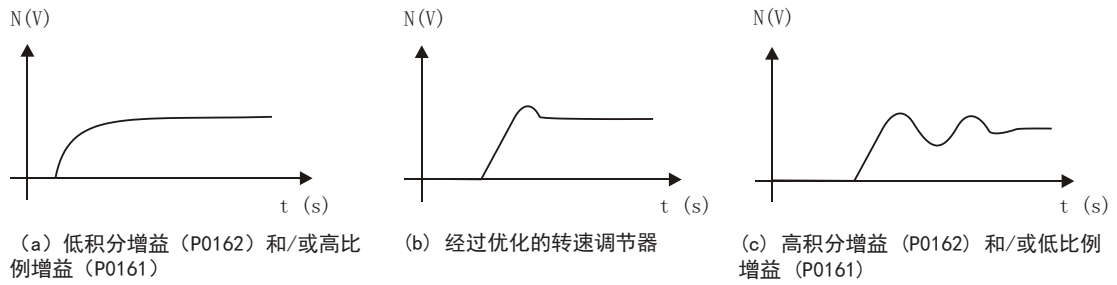

图 13.5: (a) 到 (c) 转速调节器响应类型
6. 在 图 13.5 \(第13-15页\) 选项中进行验证，观察哪个波形最能代表观察到的信号。
7. 根据 图 13.5 (第13-15页) 中显示的响应类型调整 P0161 和 P0162。